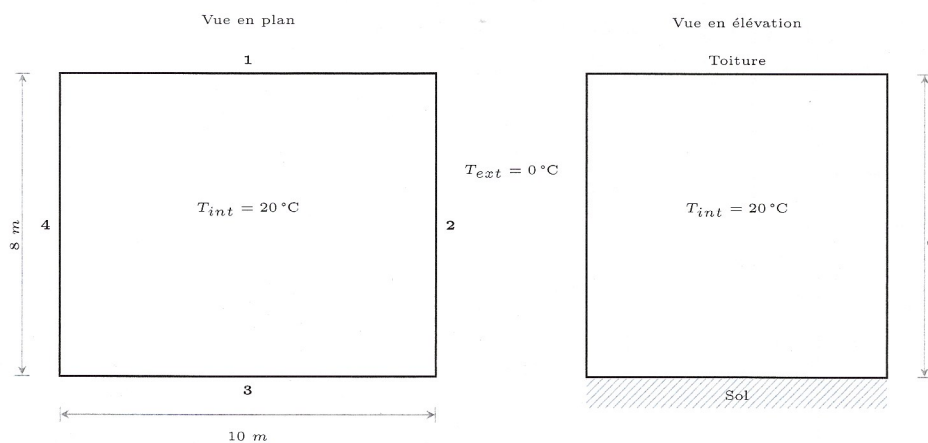

FIG. 7 : Isolement d'une habitation
70. Quelle est la puissance thermique nécessaire en régime permanent pour garantir une température intérieure de 20°C (température extérieure de 0°C) dans une habitation symbolisée par un pavé de dimension $8\text{ m} \times 10\text{ m}$ (en plan) et de 8 m en hauteur, compte tenu des résistances thermiques de chaque paroi (voir la figure 7) ?